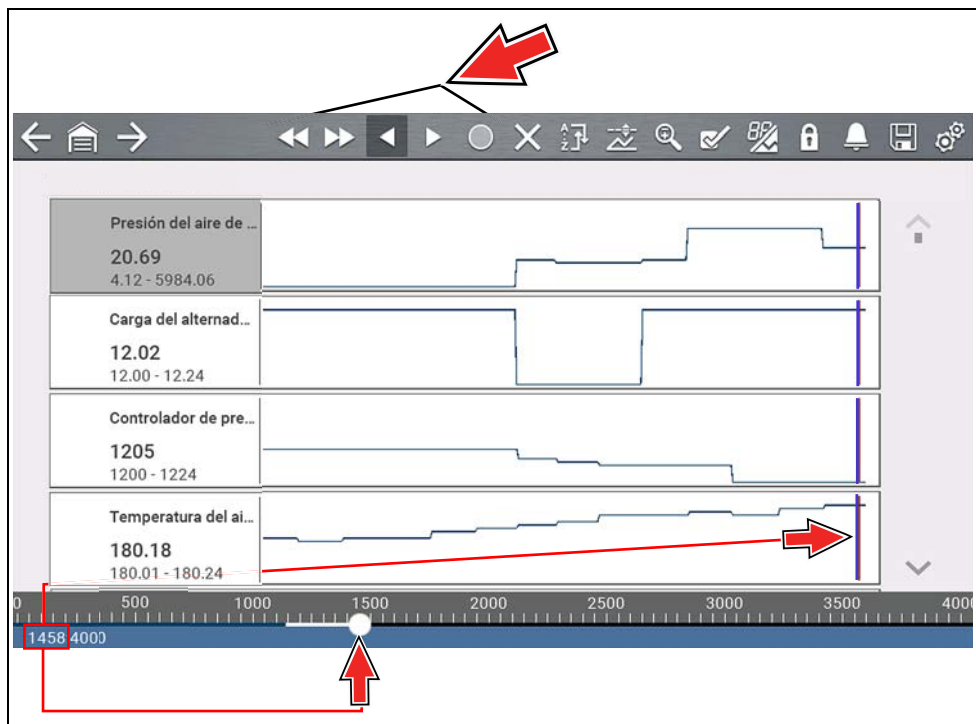

Figura 4-19
- Use los iconos de control de revisión (*Figura 4-19*) para moverse de forma precisa por los datos.
- El cursor azul (vertical) (*Figura 4-19*) muestra su posición en los datos y se indica mediante el valor de posición actual en la pantalla del contador. Este cursor se muestra en todos los PID.